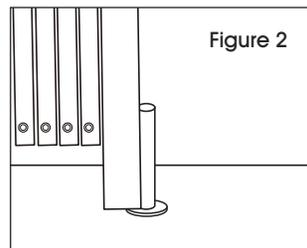

Figure 2
2. Demandez à un assistant d'allonger la barrière et de la tenir debout pendant le montage. Percez un trou de 1,91 x 7,62 cm (3/4 x 3 po) de profondeur, à 3,18 cm (1 1/4 po) du mur dans le plancher pour installer la cheville de la barrière. Placez une rondelle de roulement sur le trou au plancher et installez la cheville du bas de barrière dans le trou de montage au plancher. (Voir Figure 2)